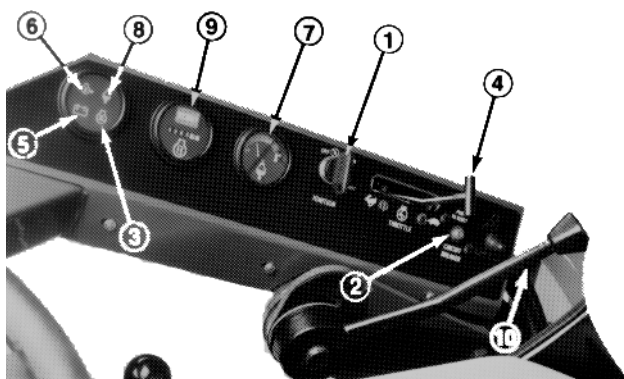

Figure 7
CLE DE CONTACT (Fig. 7)
VOYANT DE RECHAUFFAGE (Fig. 7)
COMMANDE DES GAZ (Fig. 7)
VOYANT DE CHARGE DE LA BATTERIE (Fig. 7)
VOYANT DE PRESSION D'HUILE MOTEUR (Fig. 7)
TEMPERATURE DU LIQUIDE DE REFROIDISSEMENT ET VOYANT DE SURCHAUFFE (Fig. 7)
COMPTEUR D'HEURES (Fig. 7)
COUPE-CIRCUIT (Fig. 7)
5. Tourner immédiatement la clé sur START (démarrage) (Fig. 7). Dès que le moteur démarre, lâcher la clé et la laisser revenir en position ON. Régler la commande des gaz sur LENT.